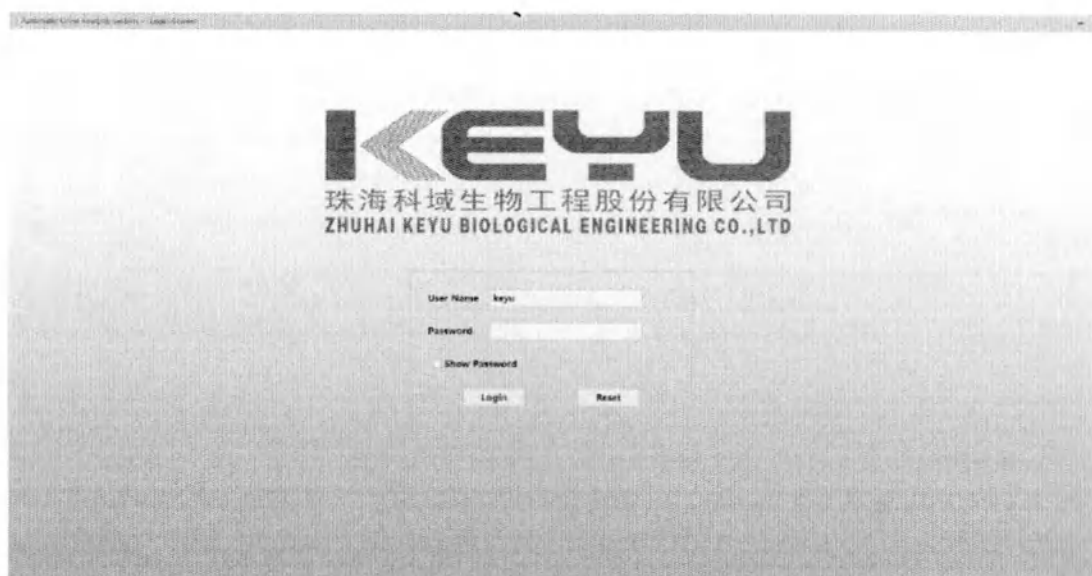
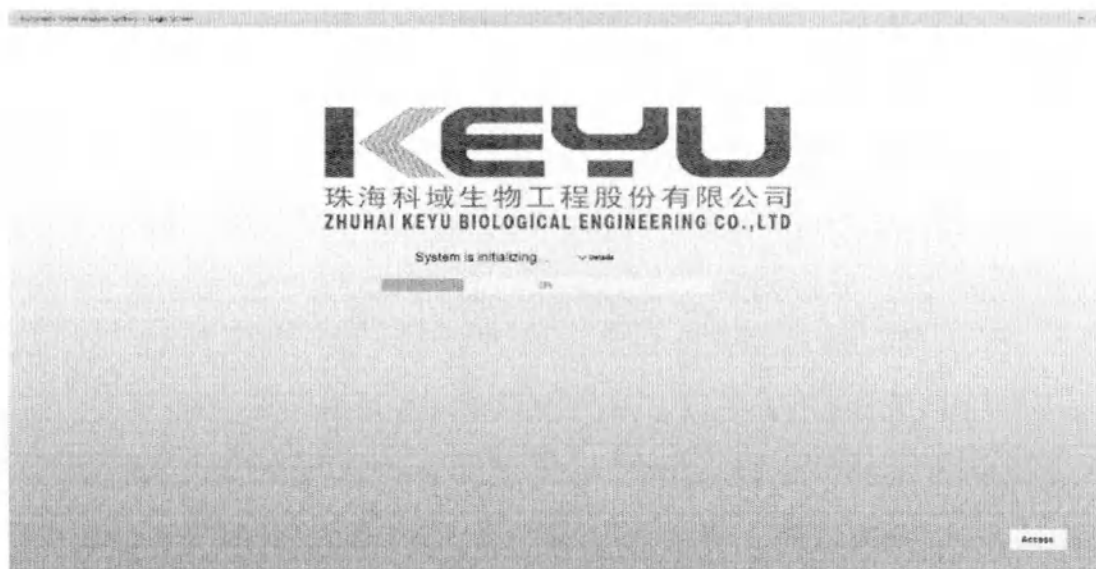

Рис. 4-2 Интерфейс входа в систему
Рис. 4-3. Интерфейс инициализации системы
После запуска и завершения инициализации системы (занимает около 1~2 минут), Анализатор переходит в интерфейс входа в систему (см. рис. 4-2). После ввода имени пользователя и пароля нажмите «Вход» (Login), чтобы войти в интерфейс инициализации системы. Чтобы просмотреть содержимое и ход инициализации нажмите «Подробности» (Details), чтобы войти в интерфейс «Отчет» (Report) нажмите «Доступ» (Access) (см. рис. 4-3).
- 3) Интерфейс входа в систему - введите «Имя пользователя» (User Name) и «Пароль» (Password); см. рис. 4-2.